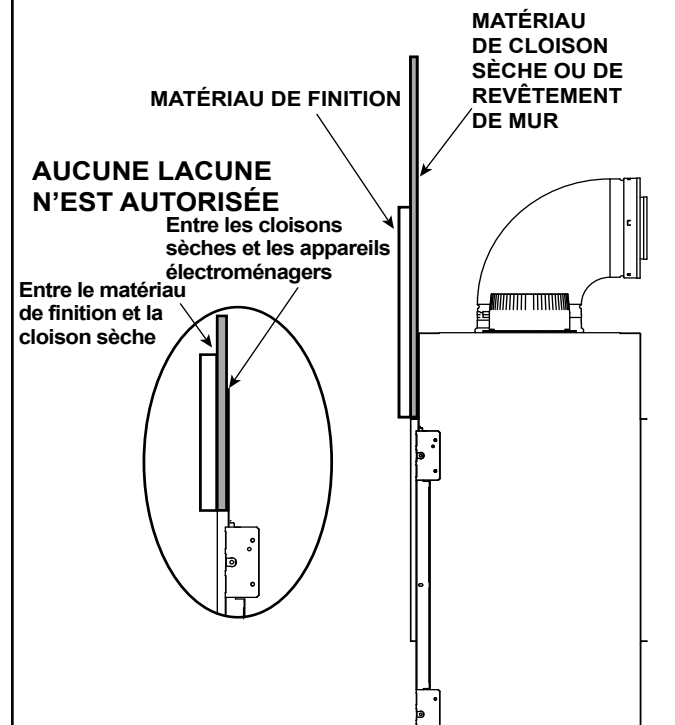

Figure 10.2 Matériaux de finition installés
- Les matériaux de finition doivent être posés sans interstice afin d'éviter que la chaleur ne s'échappe entre le matériau de finition et le mur. Voir la figure 10.2.